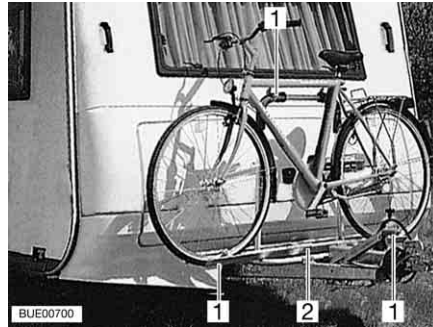

Fig. 9 Porte-vélos à l'avant
- Placer les vélos sur le porte-vélos (Fig. 9,2) et les attacher à l'aide de sangles rapides (Fig. 9,1).